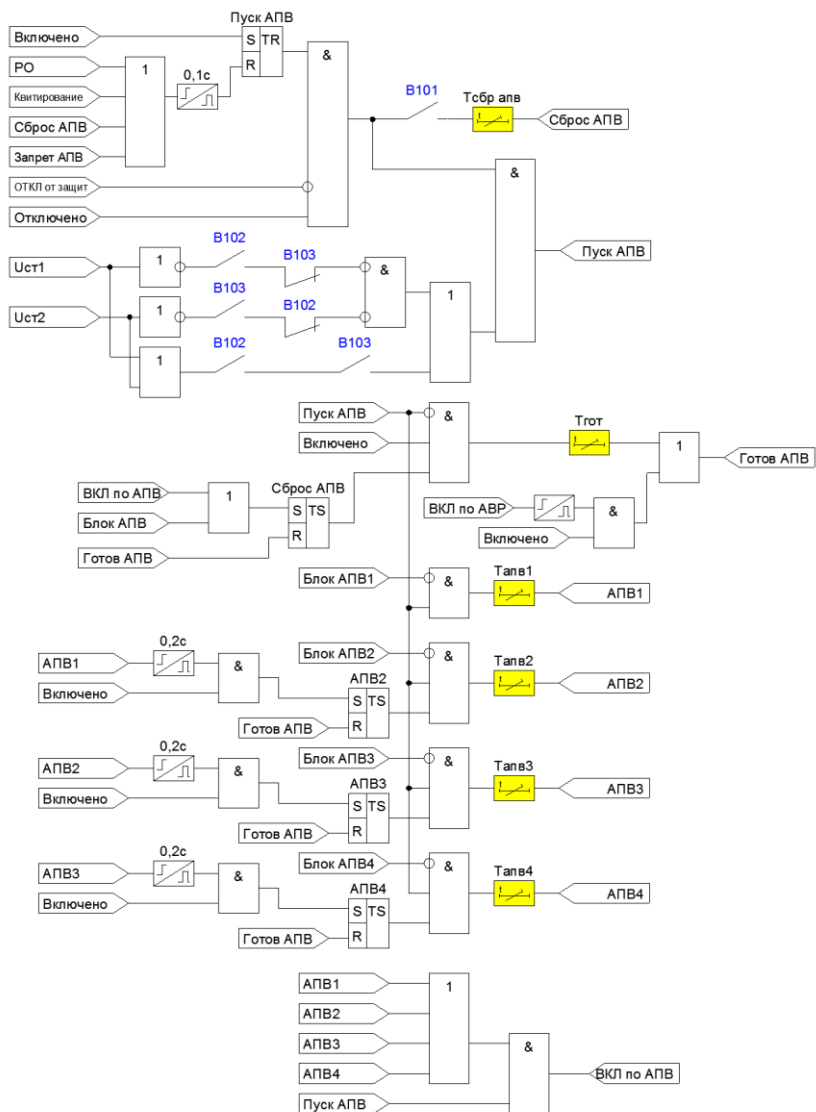

Рисунок 4.2.3 – Функциональная схема пуска и работы АВР
- после включения ВВ набрана выдержка времени готовности, появился сигнал готовности и выключатель продолжает оставаться включенным (Рисунок 4.2.3);